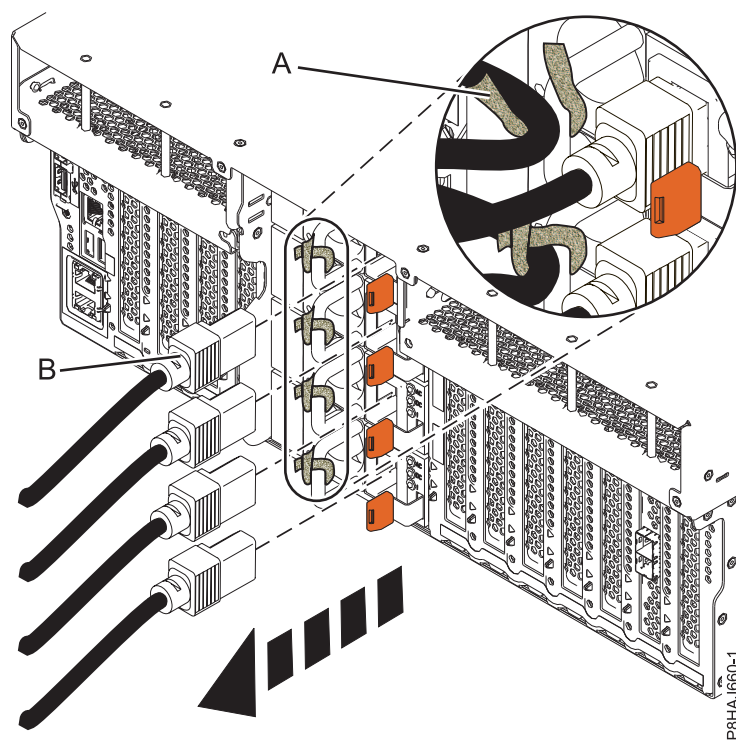
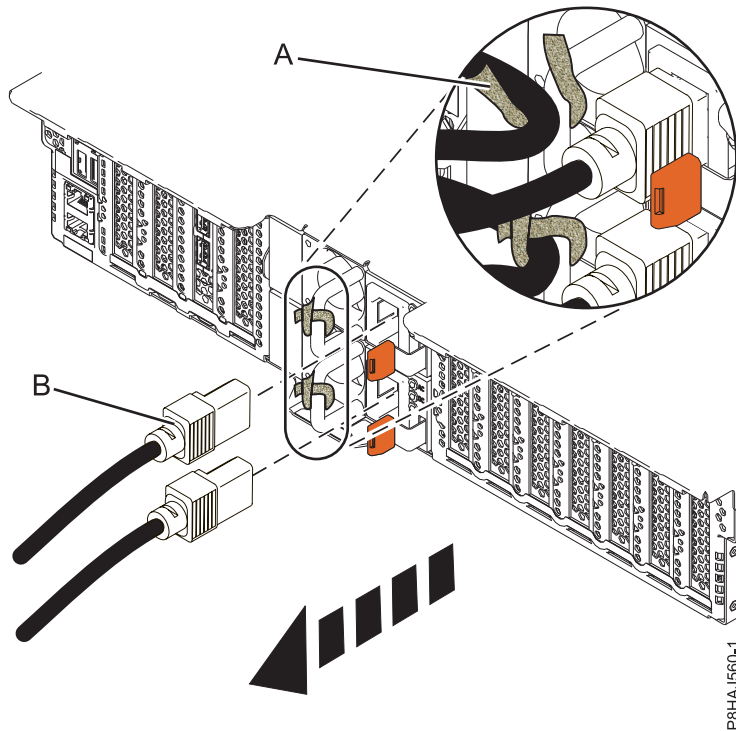
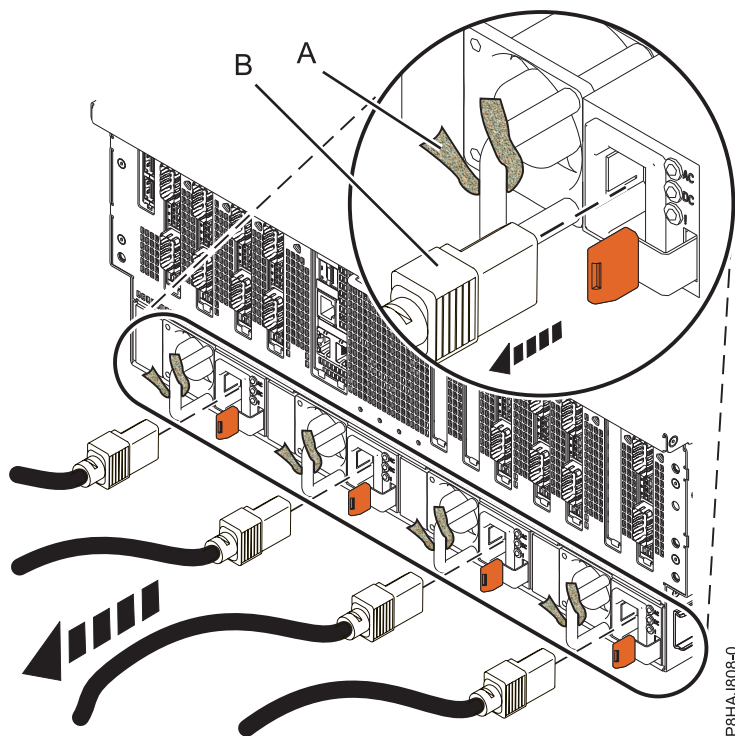

Figura 41. Extracció dels cables d'alimentació d'un sistema 8247-42L, 8286-41A o 8286-42A
Figura 42. Extracció dels cables d'alimentació d'un sistema 5148-21L, 5148-22L, 8247-21L, 8247-22L, 8284-21A, o 8284-22A
Figura 43. Extracció dels cables d'alimentació d'un sistema 8408-44E o 8408-E8E
3. Desconnecteu els cables d'alimentació (**B**) de la unitat del sistema. Consulteu Figura 41 a la pàgina 55, Figura 42 a la pàgina 55 o Figura 43 a la pàgina 56 depenent del tipus de sistema que tingueu.